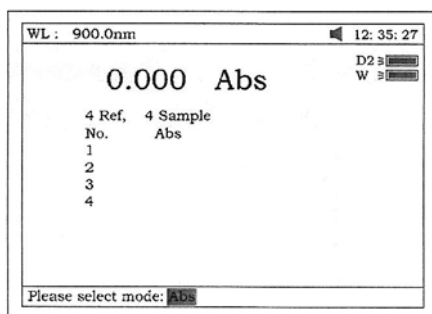

Fig 103
2. Presione **[F2]** para seleccionar modo de medida (Abs o %T, Fig 103).